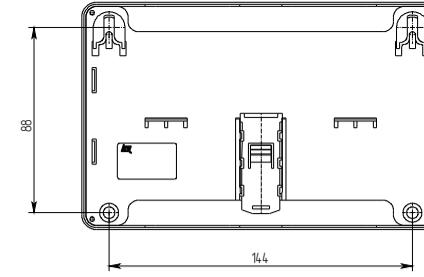

Рисунок 5
- б) смонтировать модуль на стену, используя отверстия в основании (Рисунок 5);